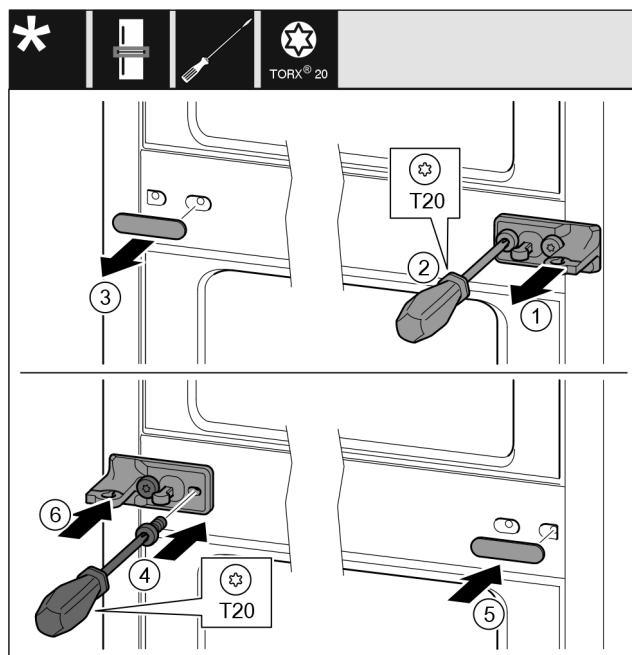

Fig. 33
- ▶ Estrarre la rondella. Fig. 33 (1)
- ▶ Svitare le viti con il cacciavite T20. Fig. 33 (2)
- ▶ Rimuovere con cautela la copertura. Fig. 33 (3)
- ▶ Ruotare il blocco di supporto con lamina di 180° e avvitarlo saldamente sull'altro lato. Fig. 33 (4)
- ▶ Applicare la copertura ruotata di 180° sull'altro lato. Fig. 33 (5)
- ▶ Spingere la rondella dal lato anteriore. Fig. 33 (6)